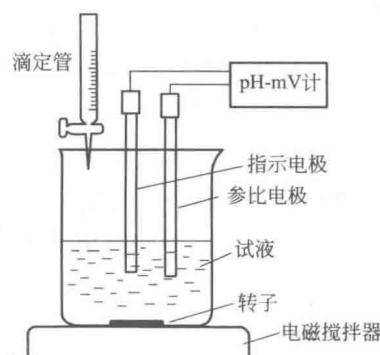

图 1-3 电位滴定法装置示意
(2) 电位滴定法 电位滴定法的装置如图 1-3 所示。电位滴定法与直接电位法的不同在于：它是以测量滴定过程中指示电极的电极电位（或电池电动势）的变化为基础的一类滴定分析方法。滴定过程中，随着滴定剂的加入和化学反应的发生，待测离子或与之有关的离子活度（浓度）发生变化，则指示电极的电极电位（或电池电动势）也随着发生变化，在化学计量点附近，电位（或电动势）发生突跃，由此确定滴定的终点，不是由观察指示剂颜色的